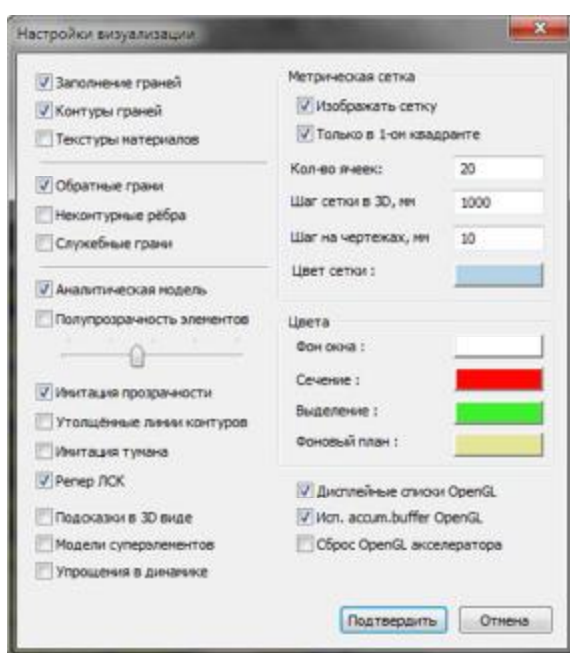

Рис. 3.3 Диалоговое окно **Настройки визуализации**
▶ В открывшемся диалоговом окне **Настройки визуализации** следует задать следующие характеристики (рис.3.3):